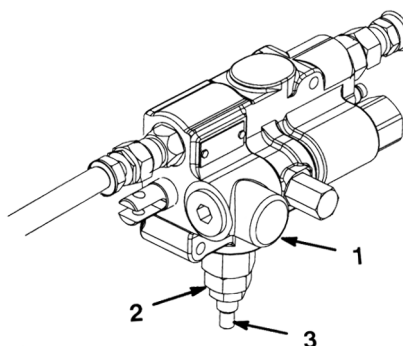

図13
3. 昇降バルブの根元にあるジャムナット (図13) をゆるめる。昇降バルブは機体の右側についている。